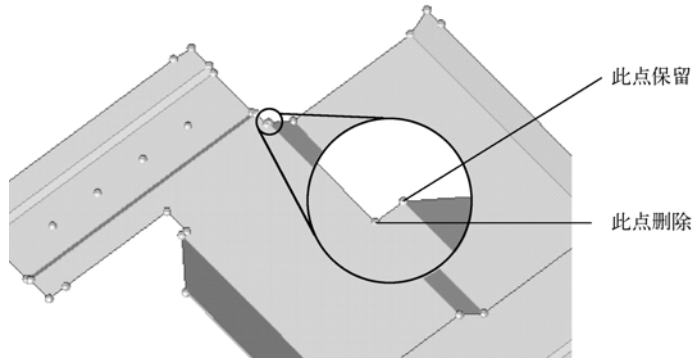

图 4-15 硬点位置 1
- (1) 通过以下任一种方式进入 point edit 面板。
- (2) 进入 replace 子面板。
- (3) 将选择框设置为 moved points。
- (4) 选择如图 4-15 所示的硬点。
- (5) 删除点选中后，将激活 Retain 按钮，选择图 4-15 中所示保留点。
- (6) 单击 replace 按钮将两个点合并到一起。